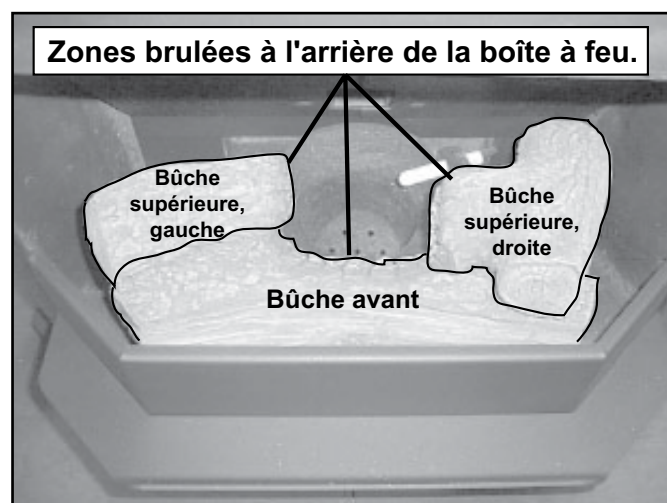

Figure 26.2
2. Placez les bûches de gauche et de droite sur la bûche avant, en plaçant les trous dans la base des bûches de droite et de gauche sur les broches de positionnement de la bûche avant. Voir la **Figure 26.2**. Assurez-vous que les extrémités carbonisées pointent vers le creuset de combustion.